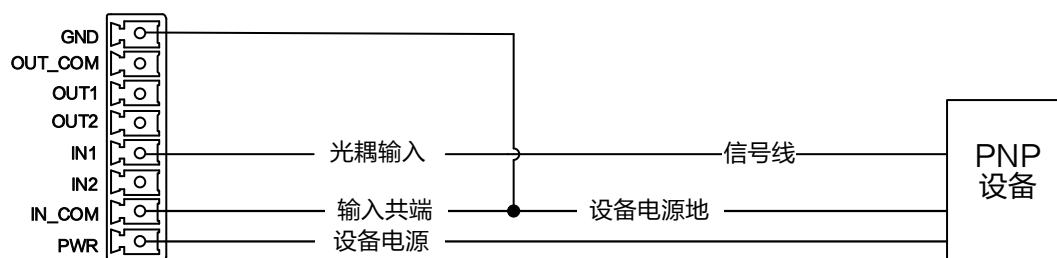

图4-7 输入信号接 PNP 设备（方式2）
- 外部设备可通过光源控制器的 PWR、GND 接口进行供电，供电电压为 24V，最大输出电流为 150mA，接线图请参见图 4-7 所示。